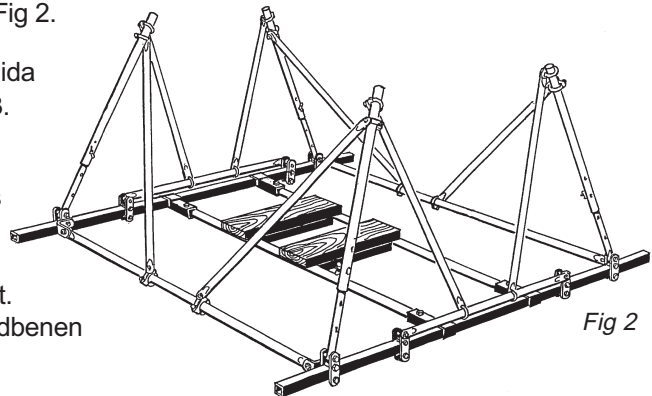

Fig 2
- 3 Montera stagrören.** De längsta rören ska sitta i båtens längdriktning och de kortare i tvärriktningen. Är tvärstagen av olika längd ska de kortaste sitta på de akre stödbenen. Stagen monteras så högt upp på stödbenen som möjligt. Drag ej fast stagrören ännu. Det ska gå lätt att justera deras läge när båten kommit på plats. Fig 2.